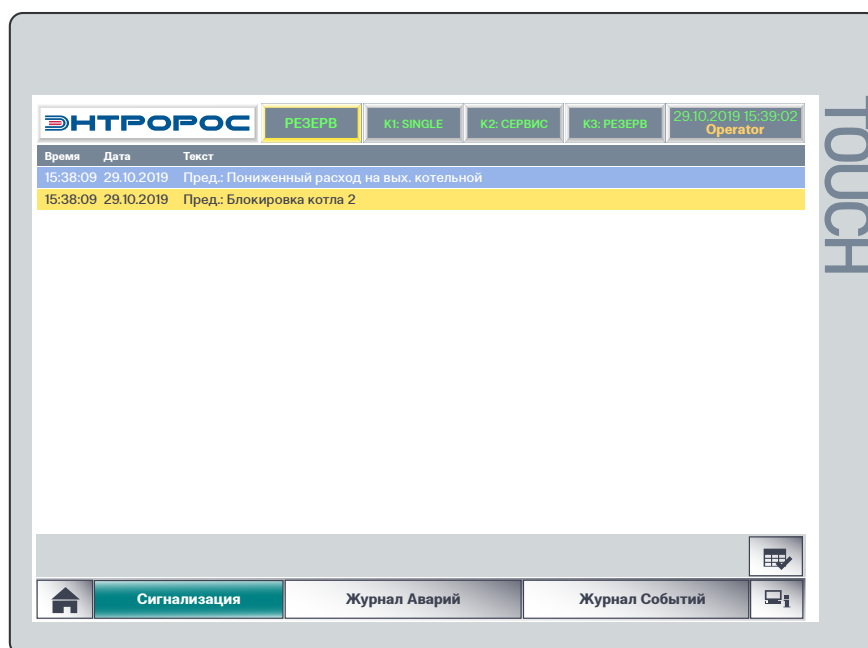

Рис. 16
Данная ветвь пользовательского меню (рис. 16) служит для просмотра всех зарегистрированных событий в системе. Система сообщений этого HMI-интерфейса построена по принципу стека FIFO (первый пришел – первый вышел), который основан на всех функциях предустановленной ОС панели оператора, а также ограничена физической памятью панели и ее хватает на хранение и сортировку последних 1024 сообщений. После исчерпания объема памяти более старые сообщения переписываются более новыми.
- окно сигнализации (рис. 16);
Окно сигнализации служит для предоставления оператору информации о наличии предупредительной или аварийной сигнализации. По результату просмотра данного окна оператор принимает нужное решение о квитировании (просто нажатием кнопки 1 (рис. 16)) конкретного аварийного или предупредительного сообщения, в результате чего сразу деактивируется аварийная сигнализация. Данная функция просто необходима для сигнализации оператору системы о необходимости экстренного принятия решения по недопущению аварийного останова, или при деблокировке (решение о выводе системы в исходное состояние) после окончания аварийного события (см. Приложение 1 «Алгоритмы и режимы управления»). Текущее окно системы сообщений подсвечивается цветом (2).